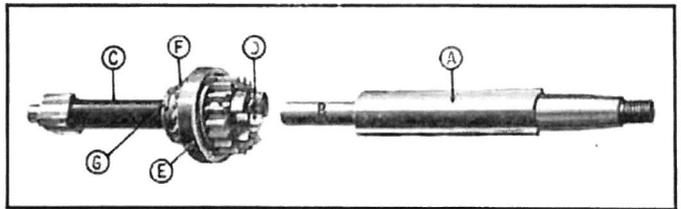

Fig. 138 — A - Arbre primaire; B - Portée de l'arbre.
7—Chasser le roulement de l'arbre primaire et rectifier la portée (B) de cet arbre (fig. 138).
- 12—Monter le roulement neuf sur le pignon à griffes; le bloquer avec l'écrou retiré du pignon hors d'usage et freiner cet écrou (percer s'il y a lieu un nouveau trou pour le logement de la goupille en C. (fig. 138).